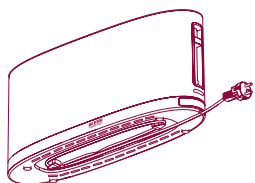

Fig. 2
- Placer le grille-pain sur une surface plate, loin de matériaux inflammables. Régler la longueur du câble pour atteindre la prise électrique: l'enrouleur situé au-dessous du grille-pain, permet de régler la longueur du câble (fig. 2). Brancher la fiche sur la prise de courant.